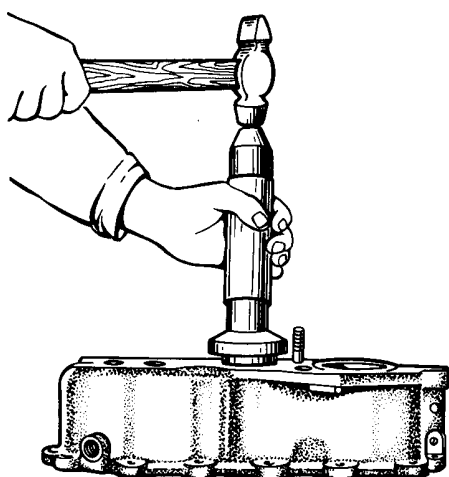

Рис. 7.11. Запрессовка роликового подшипника в картер
2. Запрессуйте роликовый подшипник (если он снимался) в картер (рис. 7.11), выдержав размер $6_{-0,5}^0$ мм от торца картера.